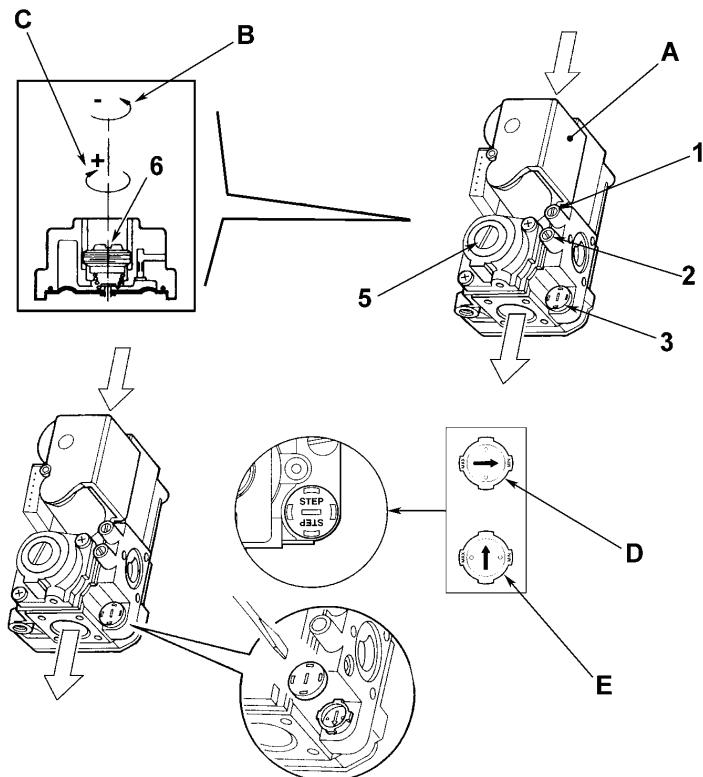

рис. 19 - Переналадка котла на другой вид газа
#### **Настройка газового клапана (рис.19)**
2. Снимите с газового клапана заглушку 3 (рис. 19). С помощью отвертки установите «СТУПЕНЬ» розжига на основании выбранного для работы газа (G20 или G31); установите заглушку на место.
- Стравите воздух из газопроводных труб через штуцер отбора давления 1 газового клапана (рис. 19).